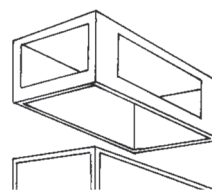

Fig.1
- et munnstykke av typen "plenum" med fire åpninger på siden og regulerbare ribber som sender den varme luften i ønsket retning. (Fig.1).